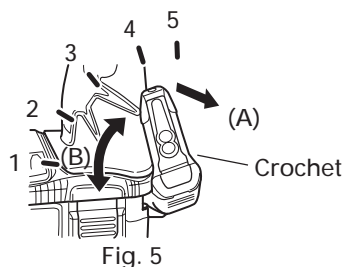

Fig. 5
(1) Ouverture du crochet
(a) Tirer le crochet vers soi dans le sens de la flèche (A), et le tourner dans le sens de la flèche (B). (Fig. 5)
(2) Il est possible de régler la direction de la lampe dans la plage des positions 1 à 5 du crochet. (Fig. 5)